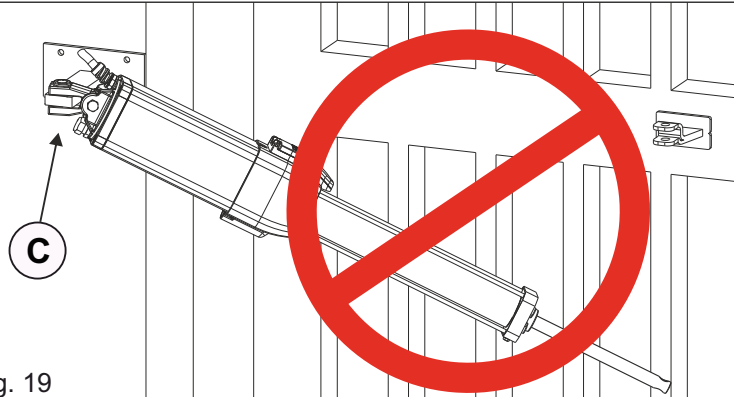

Fig. 19
**Ne pas incliner l'opérateur au-delà de l'angle permis par la fourche oscillante «C» - Fig. 19